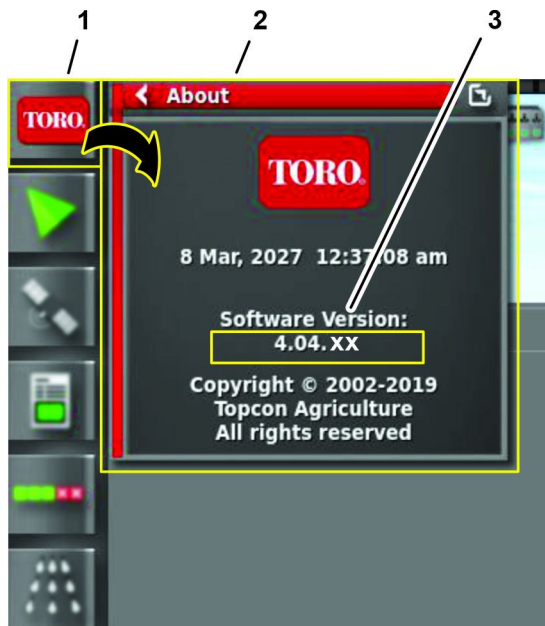

Figure 194
2. Appuyez sur l'icône À PROPOS DE (Toro) en haut à gauche de la console de commande (Figure 194).